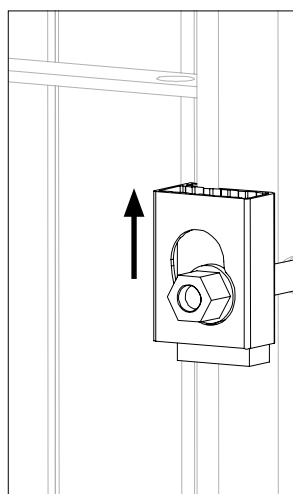

Fig. C2.03
2. Spingere la guida di bloccaggio verso l'alto. (Fig. C2.03)